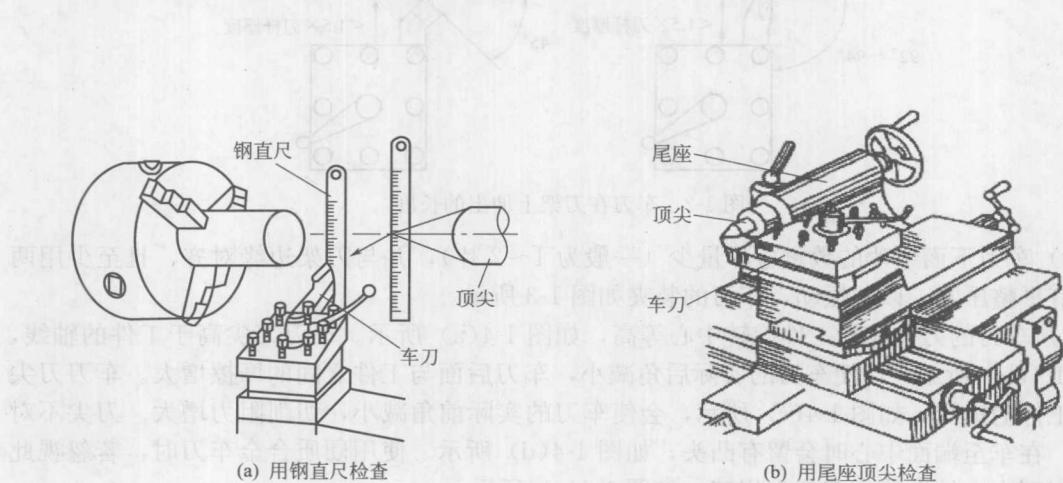

图 1-5 检查车刀中心高
- ① 根据车床的主轴中心高，用钢直尺测量装夹，如图 1-5(a) 所示。
- ② 根据车床尾座顶尖的高低装夹，如图 1-5(b) 所示。